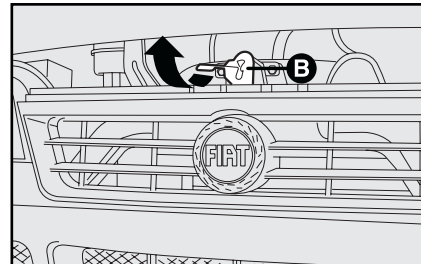

Abb. 134
- Motorhaube vorn durch Hochdrücken des Hebels **B**, **Abb. 134** anheben.